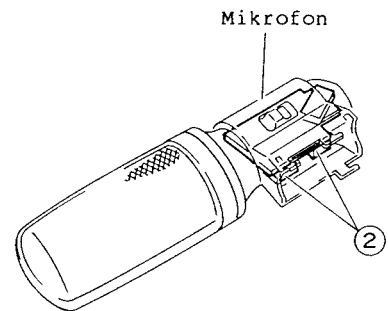

Abb. 2-7
2. Zwei (2) Stecker (CN001, CN002) abziehen (siehe Abb. 2-7).